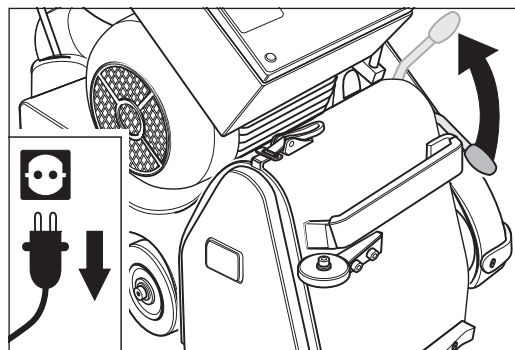

Abb. 7 Den Bedienungshebel des Aggregats nach oben ziehen.
- 7 Zum Auflegen eines Schleifbands ziehen Sie den Bedienungshebel des Aggregats nach oben (Abb. 7). Dadurch wird die Spannwalze abgesenkt.